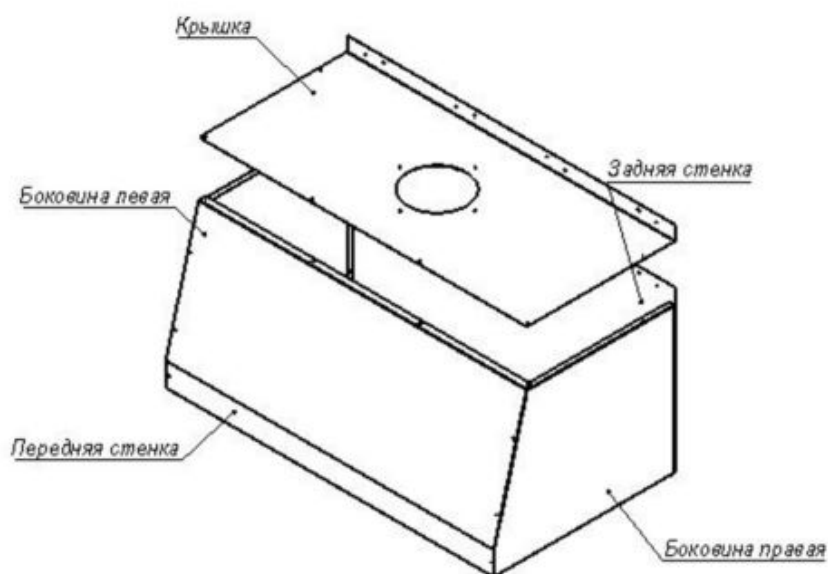

Рис. 3. Установка крышки зонта
- 6.2. Соединить крышку с боковыми, передней и задней стенками при помощи винтов М4х12 с шайбами и гайками (Рис. 3).